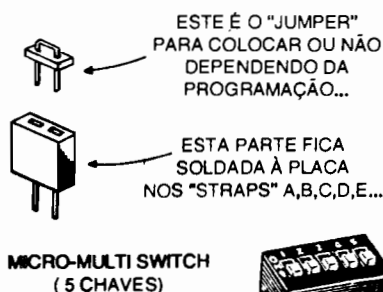

Fig.6
- FIG. 6 - O "JUMPEAMENTO" POR MÉTODOS MAIS SOFISTICADOS - Está claro que, em aplicações fixas ou semi-fixas, torna-se mais fácil e rápido simplesmente aplicar pedacinhos de fio, em **jumpers** "tradicionais", aos requeridos pontos, conforme a Tabela e os exemplos dados (diretamente sobre a placa, soldados pela face cobreada...). Entretanto, quem pretender maior flexibilidade, além de facilidade de alteração a qualquer momento, da programação, deverá recorrer a métodos um pouco mais sofisticados, ambos exemplificados na fig. 6... Em 6-A temos a sugestão de se usar 5 pequenos "jumpers" tipo "computador", os quais já são acompanhados dos respectivos **straps**, que podem ser enfiados ou removidos facilmente, de modo a "fechar ou abrir" o ponto respectivo... Uma possibilidade ainda mais "profissional", é a de usar-se **multi-switches** micro (também muito aplicada em placas de computador...), com 5 elementos, através de cujos botõezinhos de "on-off" a pro-